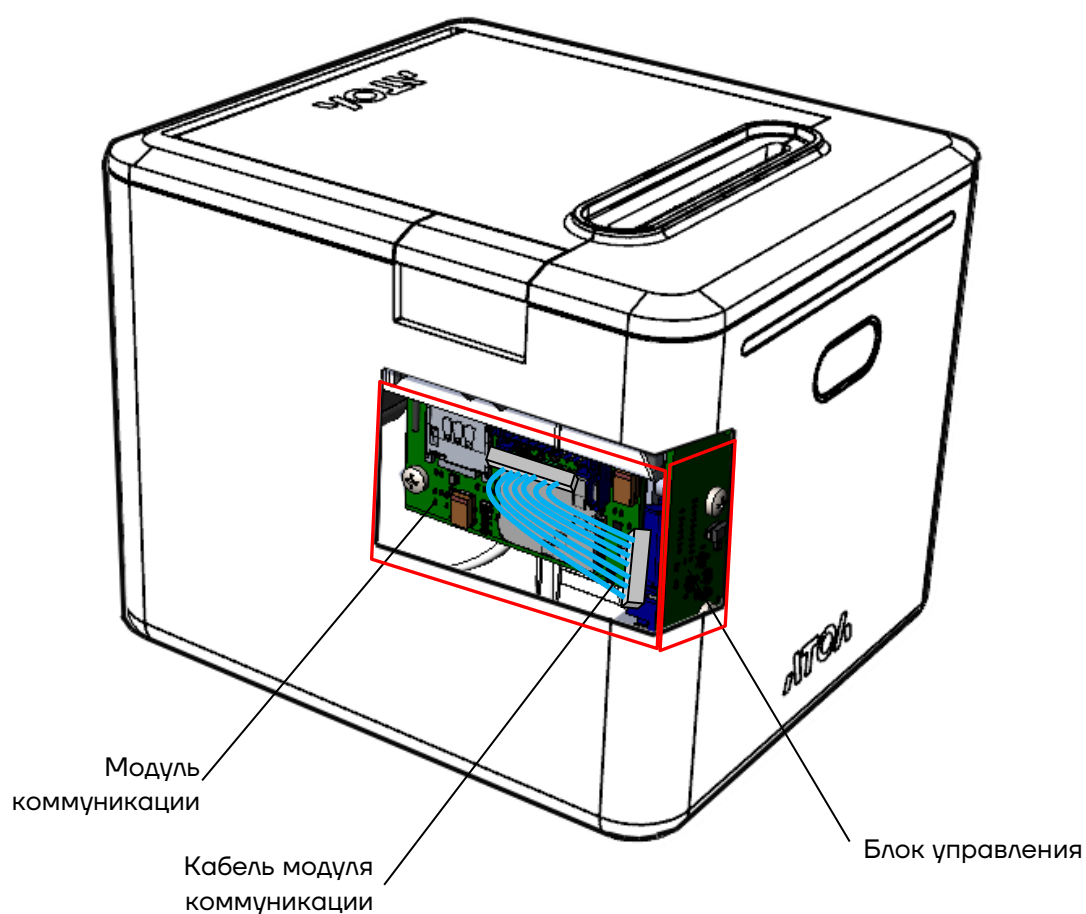

Рисунок 11. Место установки модуля коммуникации
- 4** Расположить внутреннюю часть корпуса на рабочей поверхности. Отсоединить кабель ККТ–МК от модуля коммуникации и, по желанию, от разъема **ХТ17** блока управления (см. рисунок 11).